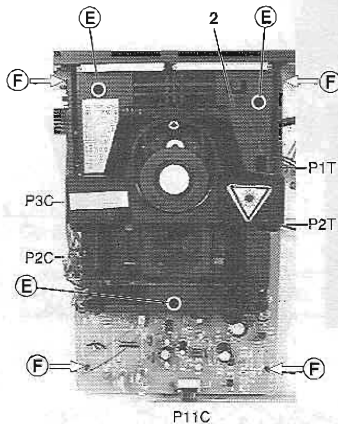
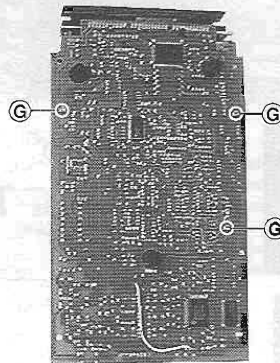

Fig. 7
Fig. 8
- 3 Schrauben (E) herausdrehen (Fig. 7).
- 4 Plattenhalter (F) austrasten.
- 3 Schrauben (G) (Fig. 8) herausdrehen.
- Steckverbindungen P2C und P3C (Fig. 7) abziehen.
- Undo 3 screws (E) (Fig. 7).
- Disengage the 4 spacers (F).
- Undo 3 screws (G) (Fig. 8).
- Disconnect the connectors P2C and P3C (Fig. 7).